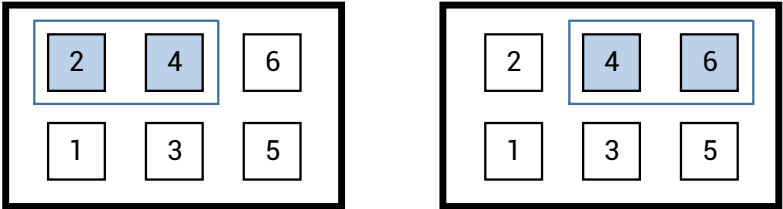

图 3-3 VSEL 接口跳线帽安装说明（左：+12V 电源适配器供电；右：+5V USB 接口线供电）
- 1) 若用户使用 USB 接口线，则将 VSEL 处的跳线帽安装在右上角的两个排针上（如图 3-3 所示），再将 EVK 连接至电脑进行供电及数据传输。
- 2) 若用户使用 12V 电源适配器为 EVK 供电，则将 VSEL 处的跳线帽安装在左上角的两个排针上（如图 3-3 所示），另外使用直连串口线进行数据传输。